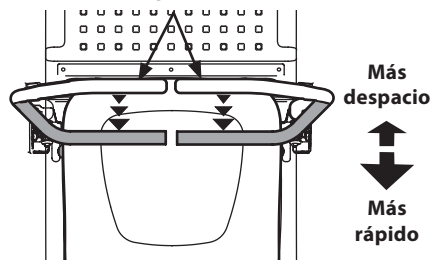

Figura 25
1. Mueva las dos palancas de control de la transmisión de forma lenta y pareja hacia atrás. El tractor comenzará a moverse marcha atrás (Figura 25).